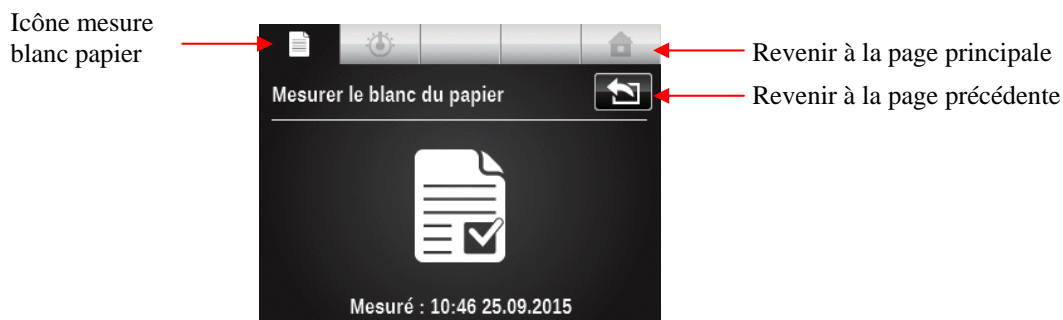

Figure 3 Ecran mesure du blanc de papier
- Avant toute mesure, réaliser une mesure de blanc papier, pour cela sélectionner l'icône en haut à gauche de l'écran  (cf. Figure 3).
- Avant toute mesure, réaliser une mesure de blanc papier. Sélectionner l'icône en haut à gauche de l'écran  (cf. Figure 3).